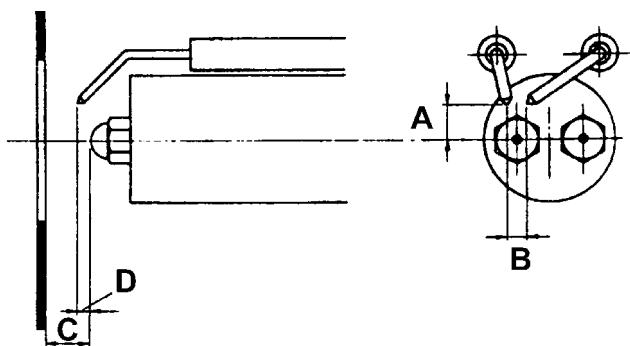

Рис. 20
- Разобрать, проверить и почистить головку сгорания (см. Рис. 19), при повторном монтаже тщательно соблюсти все размеры, указанные (см. Рис. 20).
В целях обеспечения хорошего процесса горения, необходимо, чтобы были выдержаны размеры, указанные в Рис. 20. Перед тем, как вновь устанавливать головку сгорания на место, необходимо убедиться в том, что стопорный винт группы электродов хорошо затянут.
- 5) вынуть электрод и заменить его, выдерживая размеры, указанные на Рис. 20.